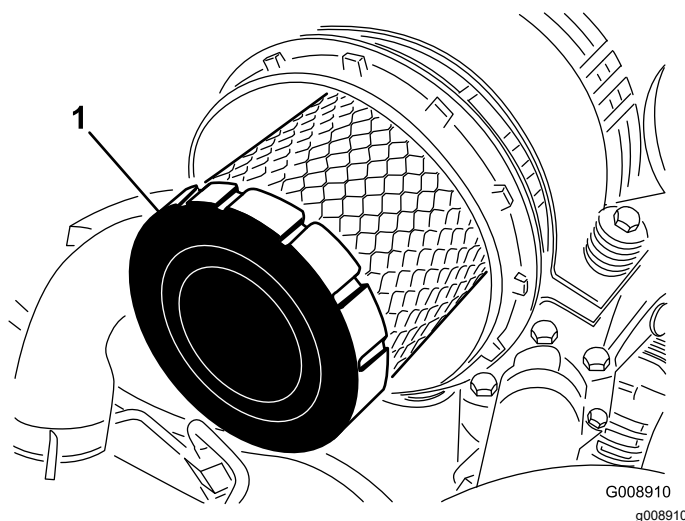

Рисунок 46
4. Снимите и замените фильтр первичной очистки(Рисунок 46).